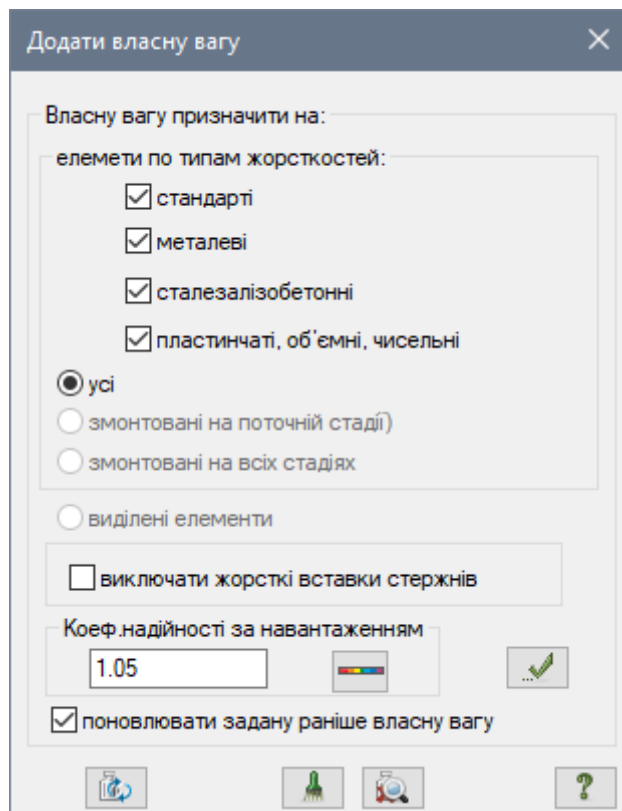

Рис. 5.17. Діалогове вікно Додати власну вагу
- Натисканням на кнопку  – **Додати власну вагу** (панель **Навантаження** на вкладці **Створення та редагування**) відкрийте діалогове вікно **Додати власну вагу** (рис. 5.17).